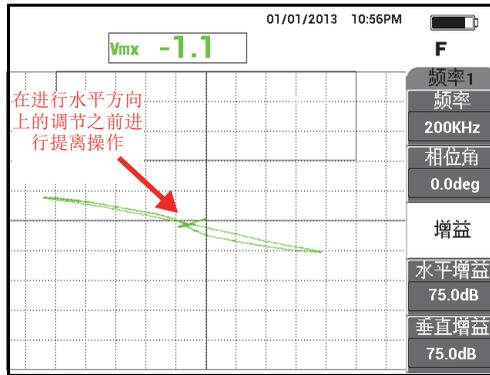

图 5-56 扫查两个凹槽的中间区域
5. 只扫查两个凹槽的中间，然后按冻结键 (  ) ( 参见第 157 页的图 5-56 )。